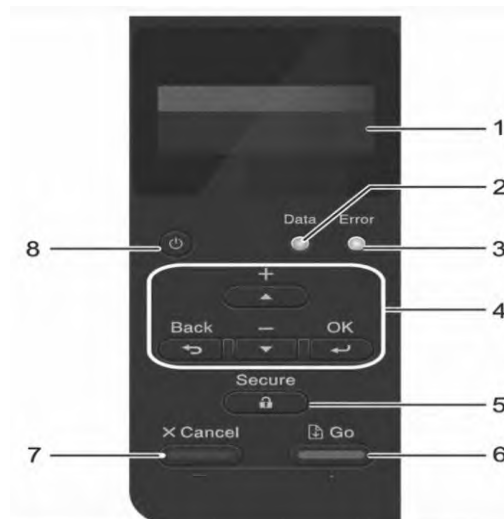

Рисунок 1.5 – Панель керування принтера
Панель керування принтера (див. рис. 1.5) містить LCD-дисплей (1), індикатори стану (2 і 3), навігаційні кнопки меню (4), кнопку захищеного друку (5), кнопку запуску друку або підтвердження дії (6), кнопку скасування (7) та кнопку живлення (8). LCD-дисплей використовується для відображення повідомлень, параметрів налаштування та стану пристрою. Індикатор Data (2) повідомляє про наявність або обробку даних у пам'яті принтера, а індикатор Error (3) сигналізує про помилки або важливі службові повідомлення. Кнопки меню дозволяють переходити між параметрами, змінювати налаштування та підтверджувати вибір.